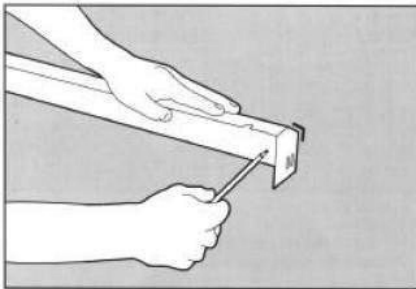

Figura 5
6. Situar la tira de fijación en la pared haciendo coincidir los extremos de la tira con las marcas realizadas anteriormente. Marcar las posiciones para los agujeros de fijación (dos en los extremos y los otros equidistantes de ellos). Proceder al taladro de los agujeros e insertar las fijaciones sugeridas anteriormente asegurando la tira a la pared. (Figura 5)